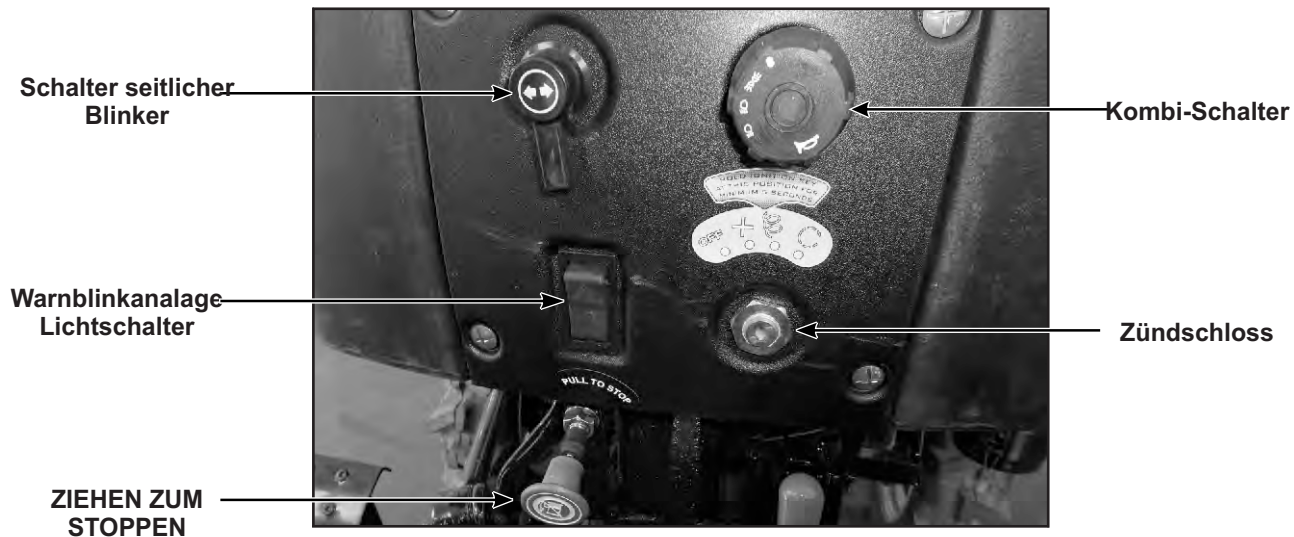

Abb. 3.3a
3.3.a Armaturenbrett-Steuer-elemente für Modell 20 (Abb. 3.3a)